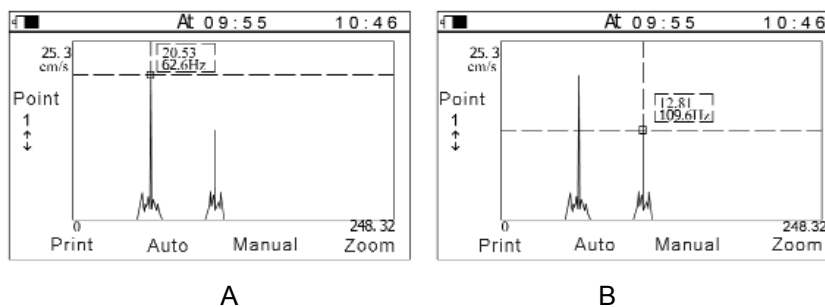

Bild 5-4
- Auto: Spitzenwerte der aktuellen Spektralkarte können auto. abgegriffen werden. Unterschiedliche Spitzenwerte können mittels den Tasten RECHTS/LINKS gewählt werden (siehe Bild 5-4)